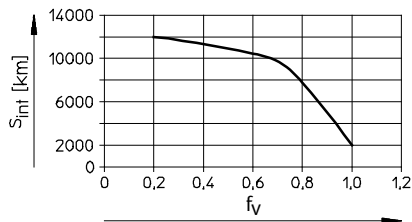

Fig. 12
- Réduire de moitié l'intervalle de graissage  $l_{gr}$  (→ Fig. 12) dans les situations suivantes :
- Calculer le facteur de comparaison de charge  $f_v$  à l'aide de la formule pour charges combinées (→ 12 Caractéristiques techniques) et en déduire l'intervalle de graissage  $S_{int}$  (→ Fig. 12).
- Calculer le facteur de comparaison de charge  $f_v$  à l'aide de la formule pour charges combinées (→ Chapitre 12 "Caractéristiques techniques") et en déduire l'intervalle de graissage  $S_{int}$  (→ Fig. 12).